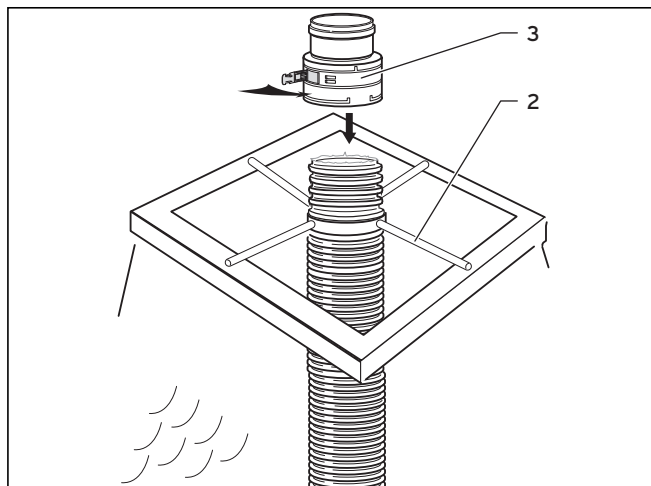

Рис. 4.60 Соединительная деталь с гибким отводом ОГ
- Смонтируйте уплотнение на самом верхнем неповрежденном желобе отвода ОГ (→ рис. 4.60).
- Сдвиньте соединитель с муфтой (3) до упора на отвод ОГ и закрепите соединитель замком (→ рис. 4.60 и 4.61).